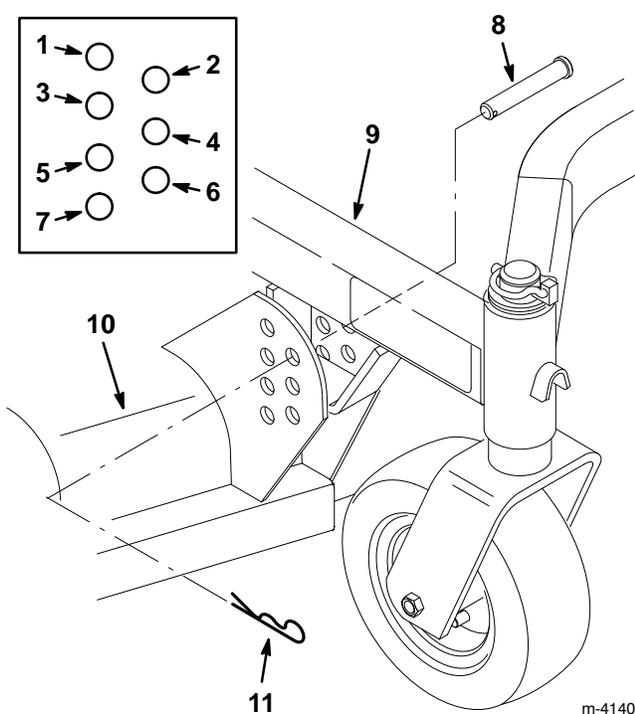

Figure 3
2. Fixer le plateau de coupe au châssis porteur à l'aide de 4 axes de chape et de goupilles épingles (Fig. 3).